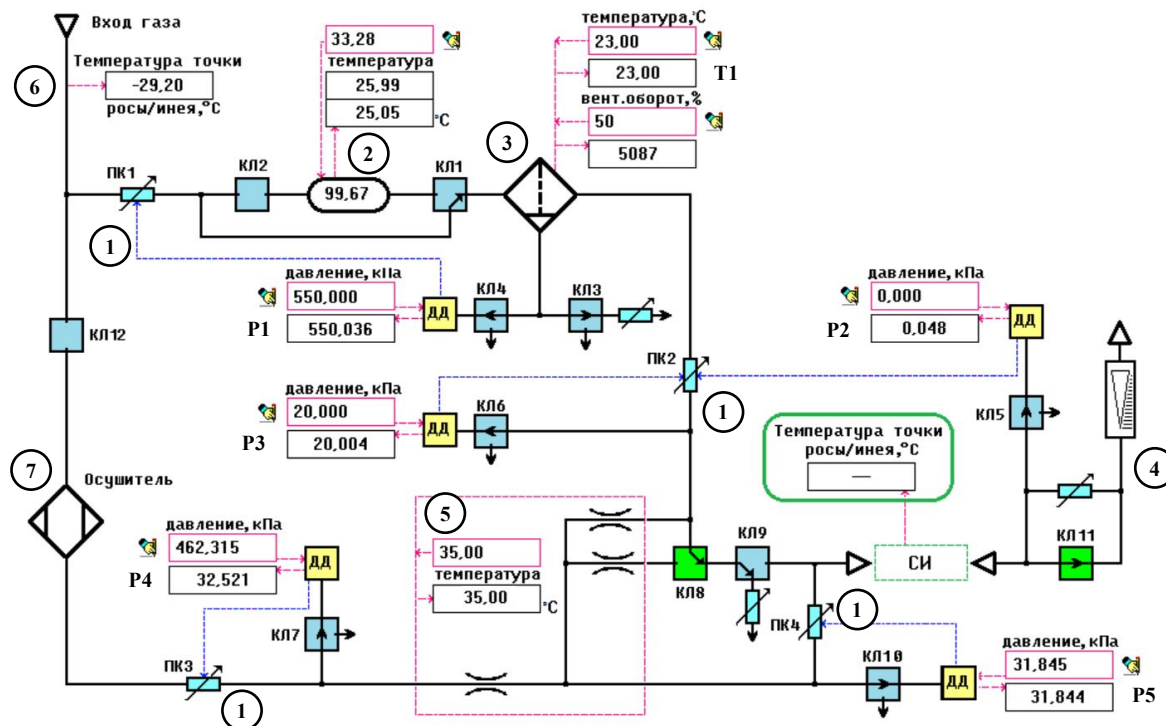

Рисунок 5 – Газовая схема генератора.
После насытителя ПГС поступает в блок смешивания через регулятор давления ПК1 на вход капилляров влажного газа (в зависимости от требуемого расхода клапан КЛ8 позволяет задействовать один или два капилляра «влажного» газа) (5) (см. Рисунок 5). Сухой газ поступает через регулятор давления ПК3 на вход капилляра «сухого» газа. Выходы капилляров соединены вместе и в точке смешивания с помощью регулятора давления ПК4 поддерживается постоянное абсолютное давление. С выхода регулятора давления ПК4 газ с заданным влагосодержанием поступает в измерительную камеру с исследуемым гигрометром.
Газовая система генератора (Рисунок 5) содержит:
На рисунке выше (Рисунок 5) и далее на схемах будут использоваться следующие условные обозначения: синий цвет клапана – клапан выключен, зеленый цвет – клапан включен; заданные значения отображаются в розовой рамке, измеренные значения – в черных рамках.